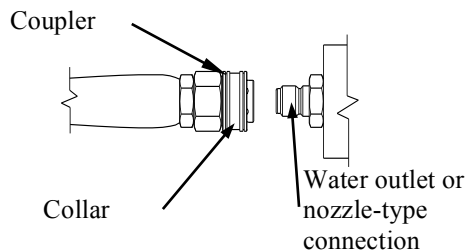

Figure 9a
- Pull quick connect collar back (Figure 9a).
- Let go of collar (Figure 9a).